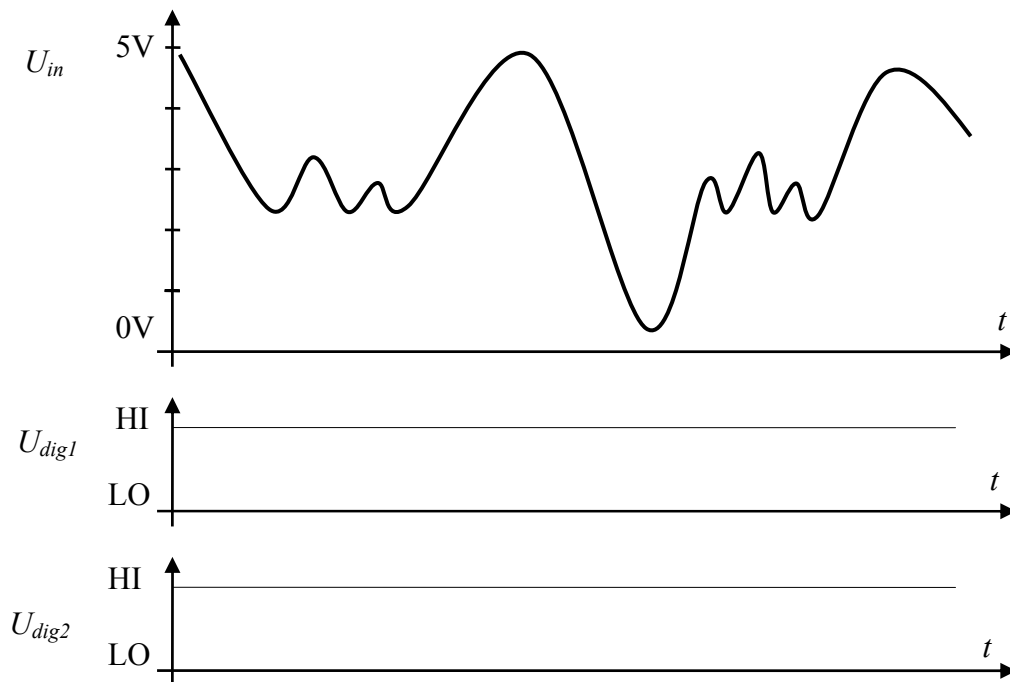

Abbildung 3.2
Gegeben ist weiters der Spannungsverlauf  $U_{in}$  in Abbildung 3.2:
- Wie sieht die Ausgangsspannung am Ausgang des Schmitt-Trigger aus, wenn Sie die Eingangsspannung nach Abbildung 3.2 anlegen? Tragen Sie den Verlauf als  $U_{dig1}$  in Abbildung 3.2 ein!
- Wie könnte man die obere Schwellspannung des Schmitt-Trigger für diese Eingangsspannung besser auslegen, um Störimpulse im mittleren Spannungsbereich wirkungsvoller zu unterdrücken? Tragen Sie Ihren Verbesserungsvorschlag in die Abbildungen ein und stellen Sie den Ausgangsspannungsverlauf der verbesserten Schaltung als  $U_{dig2}$  in Abbildung 3.2 dar!